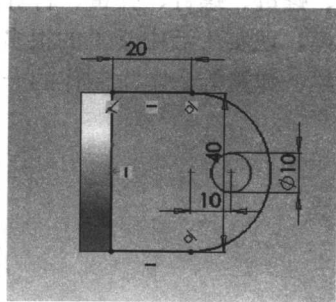

图 1-5 绘制的草图
(5) 在“设计树”管理器中单击选择“右视基准面”将视图设置为“正视于”视图。然后使用“直线”工具 ()、“3 点圆弧”工具 () 和“圆”工具 () 绘制草图并标注尺寸，如图 1-5 所示。